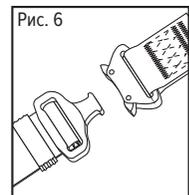

Рис. 6
- все лямки соединены и отрегулированы (способы соединения и регулировки показаны на рис. 6–12), натяжение лямок не должно если между телом работника и лясками свободно проходит кулак;
СОЕДИНЕНИЕ ПРЯЖЕК НАБЕДРЕННЫХ ЛЯМОК И ПОЯСНОГО РЕМНЯ (рис. 6–8)